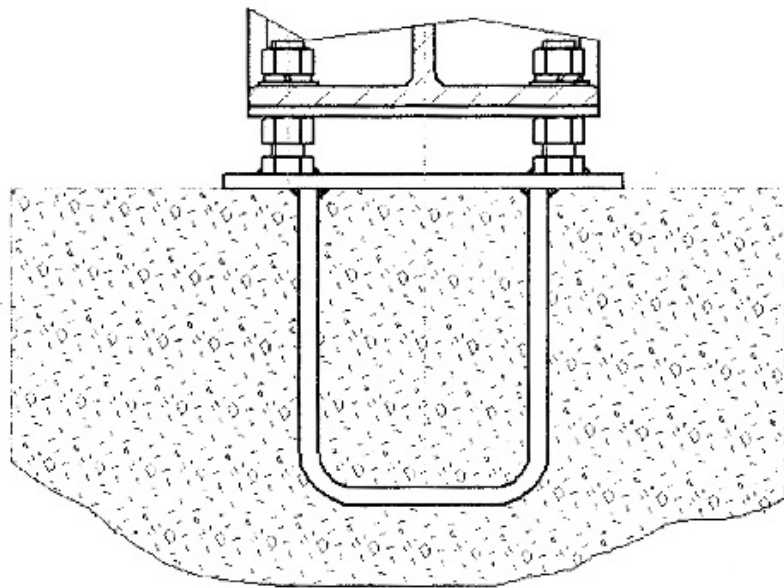

图 2
- c、把调整螺栓焊接到导轨梁垫板上（最好螺栓在孔中部）。（见图2）